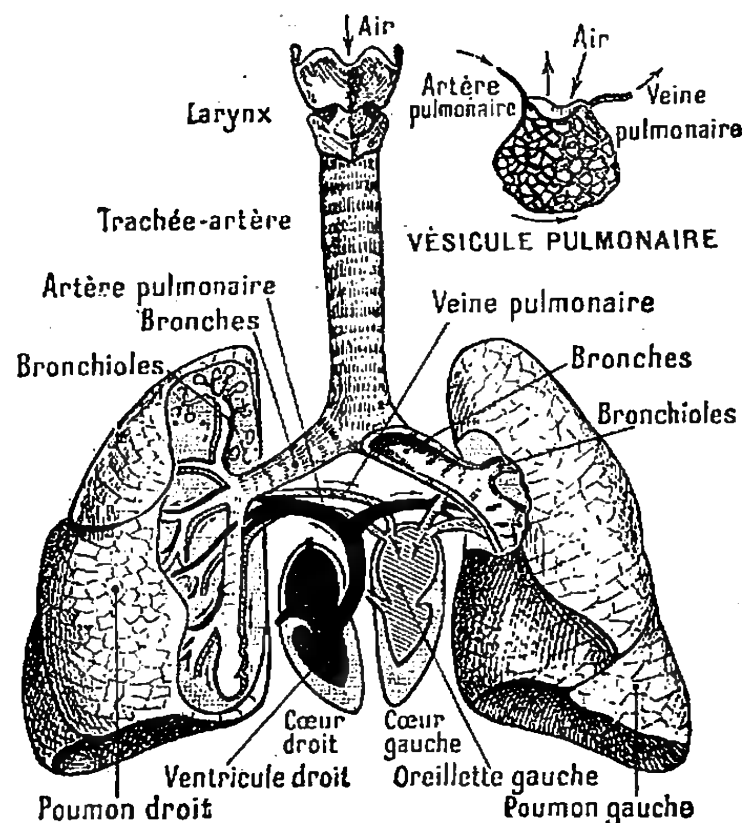

Fig. 148, 149. — Appareil respiratoire.
2. Appareil respiratoire. — L'appareil respiratoire (*fig. 148*) comprend un ensemble de canaux où circule l'air. Il se compose des *fosses nasales* (Voir 25^e leçon), de la *trachée-artère* et des *poumons*.
3. Larynx. — Le *larynx* (*fig. 148*) est l'organe de la voix. C'est la partie de la *trachée-artère* qui forme, en avant du cou, cette saillie qu'on appelle vulgairement *pomme d'Adam*.